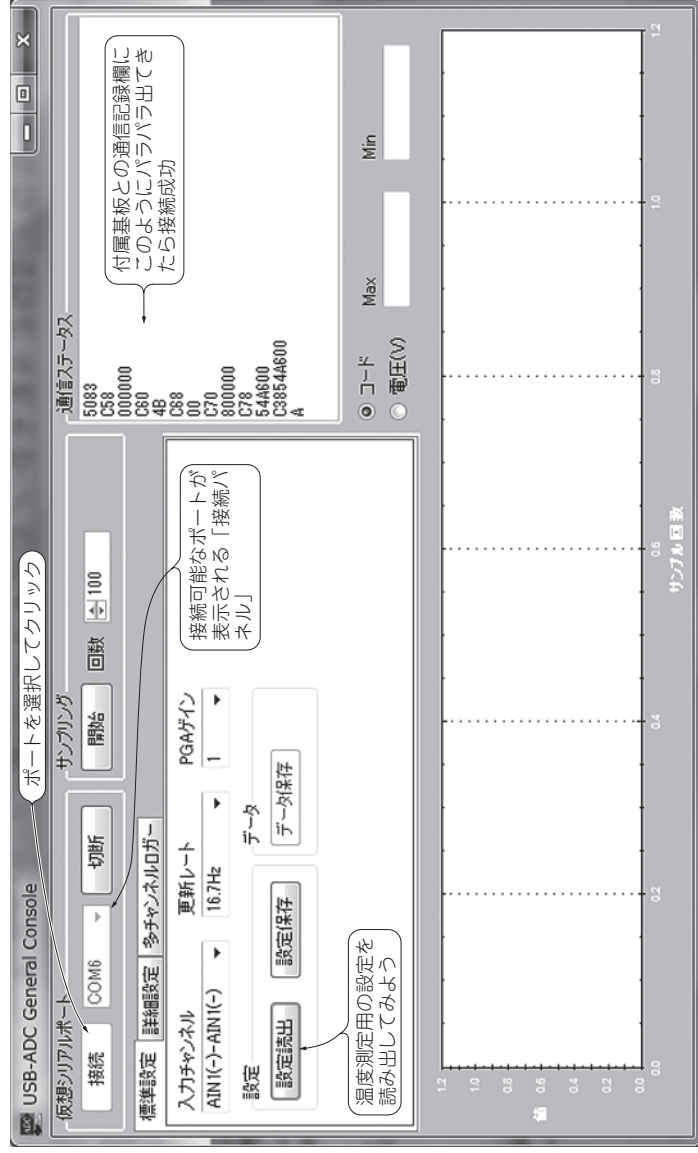
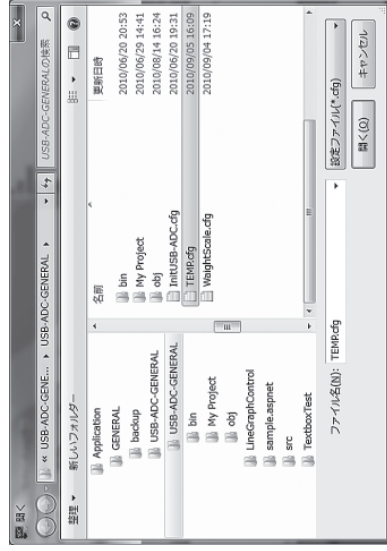

図 2 「USB - ADC General Console」の画面
図 3 設定ファイルを開くダイアログ
- ③ USB-ADC基板がパソコンに認識され、そのポート番号が図2の接続パネルに表示されます。もし、複数のポート番号が存在し、どれがUSB-ADC基板のものかわからないときは、「ドライバとポート番号の確認」(p.xx)で、目的の番号を調べてみましょう。
- ④ [接続] ボタンを押してUSB-ADC基板を使うためのソフトウェア上の接続を行います。通信ステータス欄に記号が表示されれば接続成功です。
- ⑤ 温度測定用に設定した設定ファイルが用意してあるので、読み込んで一括設定します。[設定読み出し] ボタンを押して、図3の「設定読み込み」ダイアログから、同じディレクトリ上の「TEMP.CFG」を開いてみてくださいください。